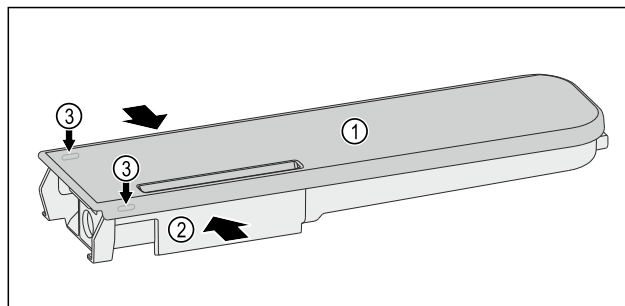

Fig. 189
- ▶ Stlačte nádrž na vodu Fig. 189 (2) k sobě a víko Fig. 189 (1) opatrně vypáčte přes západky Fig. 189 (3) a vytáhněte nahoru.
- ▶ Víkem Fig. 189 (1) pohybujte lehce tam a zpět a sejměte jej nahoru.